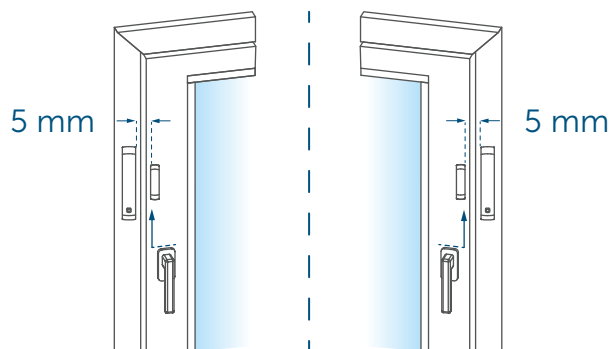

Figure 10
- i** L'unité électronique et le contact magnétique doivent, dans la mesure du possible, se trouver sur la même hauteur. A cet effet, vous pouvez insérer une entretoise (J) sur le contact magnétique.
- i** La distance idéale entre le bord de boîtier du contact de fenêtre et de porte et le contact magnétique, s'élève à 5 mm (v. figure 10).